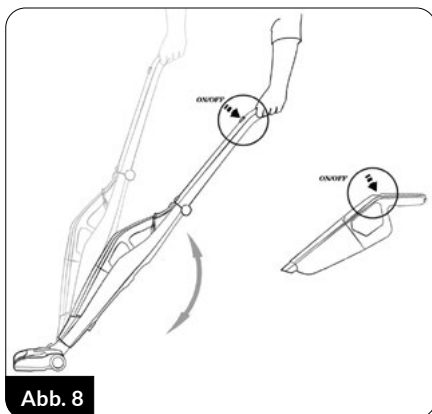

Abb. 8
2. Den Staubsauger mit dem Knopf (6) direkt am Gerät oder dem Knopf (1) am Hauptgriff (Abb. 8) einschalten. Die beiden Knöpfe funktionieren unabhängig voneinander, solange der Staubsauger am Hauptgriff montiert ist.
4. Zusammen mit dem Staubsauger wird die Elektrobürste (15) mit LED-Dioden (16) in Betrieb genommen, die die gereinigte Fläche beleuchten. Die Multifunktionsbürste eignet sich zur Reinigung aller Arten von harten Oberflächen und Teppichen.